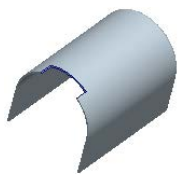
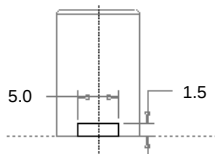

图 11.8.4 创建钣金拉伸切削特征 1
图 11.8.5 截面草图
Step3. 创建图 11.8.4 所示的钣金拉伸切削特征 1。选择下拉菜单 **插入(I)** → **拉伸(E)...** 命令,确认“实体”类型按钮 被激活,然后确认操控板中的“移除材料”按钮 和“移除与曲面垂直的材料”按钮 被激活;选取 RIGHT 基准面为草绘平面,选取 TOP 基准面为参照平面,方向为 **顶**。绘制图 11.8.5 所示的截面草图;深度类型为 ,并单击其后的“反向”按钮 ,选择材料移除的方向类型为 (移除垂直于驱动曲面的材料);单击“完成”按钮 ,完成特征的创建。